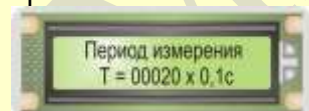

Рис. 9.4.2. Вид ЖКИ БУК при вводе периода измерения
Нажмите кнопку «ВВОД», при этом на ЖКИ БУК отобразится сообщение для ввода времени обновления информации о влажности (период измерения) — см. рис. 9.4.2:
Введите в соответствующем поле ЖКИ рис. 9.4.2 требуемый период измерения.
1...255 с, например, на ЖКИ рис. 9.4.2 задано время обновления информации, равное 2с.